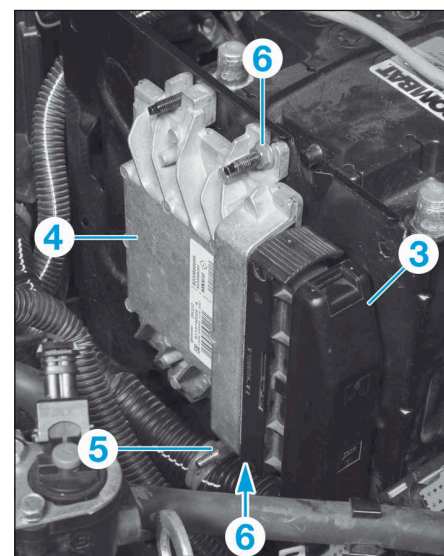

FIG.20
- Déverrouiller et débrancher le connecteur (3) du calculateur de gestion moteur (4) (Fig.20).
- Déposer l'écrou (5) puis les écrous (6).
- Déposer le calculateur de gestion moteur (4).